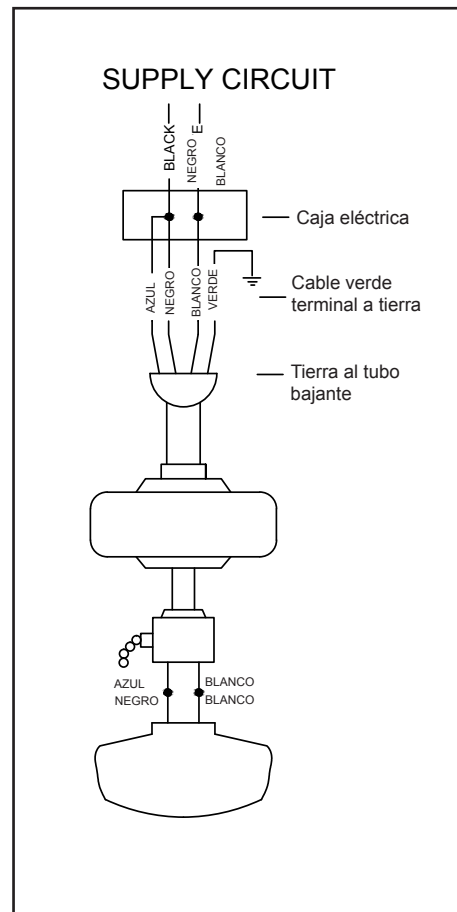

Figura 13
Sigue estos pasos para conectar tu ventilador al circuito de tu hogar. Usa las tuercas de conexión de cables que vienen con tu ventilador. Asegura los conectores con cinta aislante. Asegúrate de que no existan conexiones o cables sueltos. (Figura 13)
3. Conecta los cables de alimentación del ventilador (negro) y del kit de luces (azul) al cable negro de suministro de corriente al hogar como se muestra en la Figura 13.